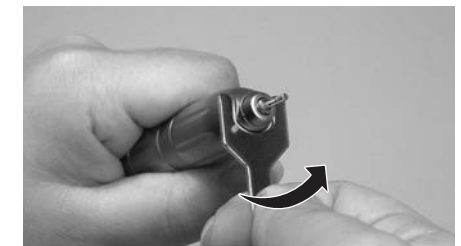

Fig.10
- 1) Ajuste la llave de cartucho suministrada con la pieza de mano a las superficies planas de la punta de la pieza de mano. Gire la llave de cartucho tal y como se muestra en la Fig. 10 una vez se ha aflojado, gire la punta con los dedos y retirela de la pieza de mano.